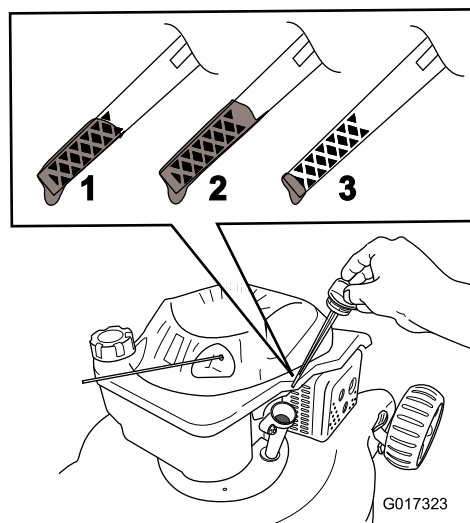

Figura 26
4. Retire la varilla (Figura 26).
11. Observe en la varilla el nivel de aceite (Figura 26).